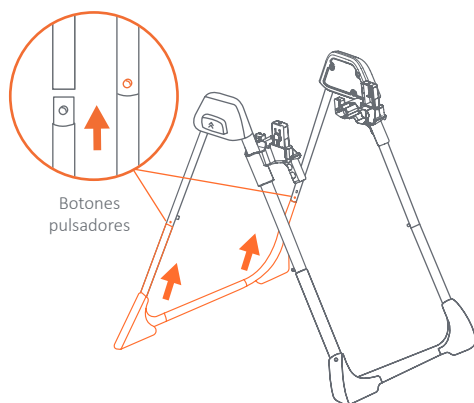

Fig. 4
- 4) • Introduzca otra pata en los extremos del tubo trasero de los conjuntos de marco superior izquierdo y derecho (Fig. 4).